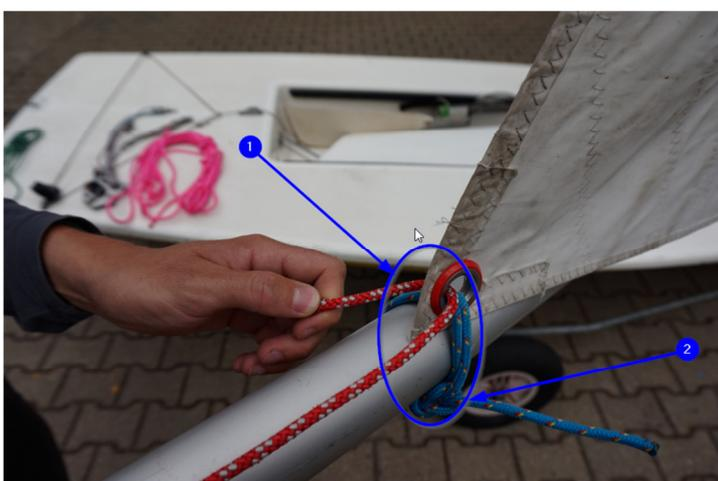

Abb. 17 – Schothorn mit blauen Tampen am Baum befestigen
2. Die beiden Enden durch einen Kreuzknoten (vgl. **Abb. 17 – Punkt 2**) miteinander verbinden.
3. Anschließend den roten Unterliekstrecker durch das Schothorn des Großsegels ziehen (vgl. **Abb. 17 – Punkt 1**)